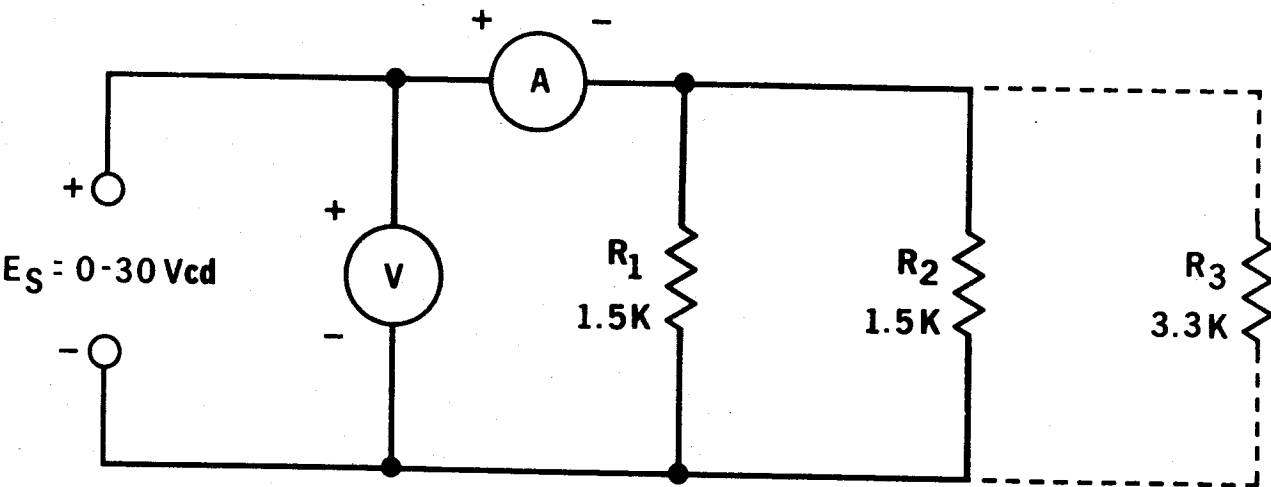

Fig. 11-2
6. Conecte R_1 y R_2 en paralelo y a la fuente de tensión. Conecte el amperímetro en serie, como se indica en la Fig. 11-2. Ajuste la tensión de la fuente a 30 Vcd.
7. Conecte R_1 y R_3 en paralelo a la fuente de 30 volts. Conecte el amperímetro en serie, como en la Fig. 11-2.
8. Conecte R_1 , R_2 y R_3 a la fuente de 30 volts. Conecte el amperímetro en serie, como en la Fig. 11-2.